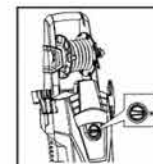

Figura 10
10. Conecte el interruptor ON / OFF a la posición ON está marcado I. Véase la figura 10.
- Encienda el interruptor ON / OFF. Ver figura 10